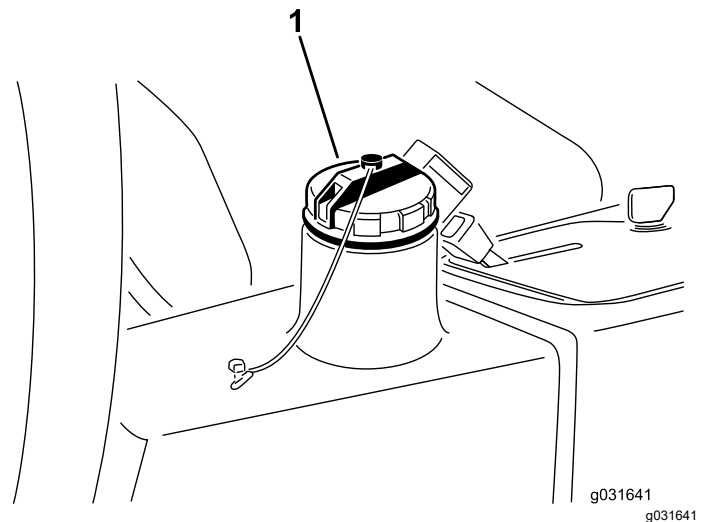

Figure 67
4. Versez environ 13,2 litres de liquide hydraulique dans le réservoir (Figure 67) ; voir Liquides hydrauliques spécifiés (page 56) et Contrôle du niveau de liquide hydraulique (page 56).